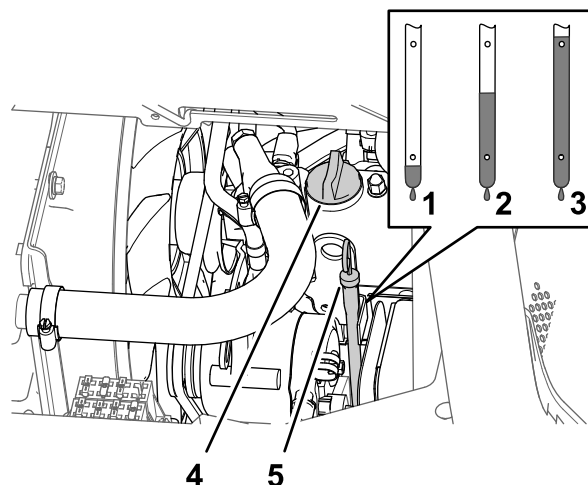

図 75
5. エンジンバルブカバー 図 75 からオイル補給口のキャップを取り、所要量の約 80% のオイルを入れる。
6. ディップスティックの目盛りで油量を点検する 図 75。
7. ディップスティックの FULL マークに達するまで補給口から残りのオイルをゆっくりと補給する 図 75。
8. 補給口にキャップとディップスティックを取り付ける 図 75。